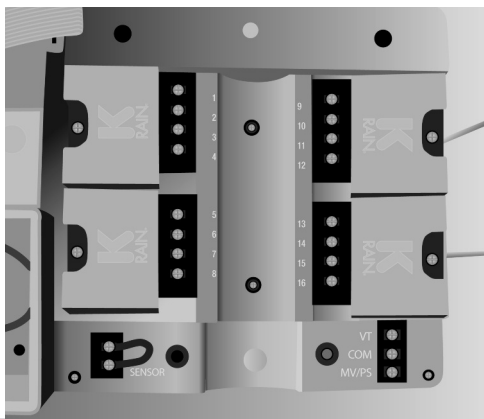

Fig. 1
1. Verbinden Sie das Flachkabel des Moduls mit dem Anschluss im Gehäuse (Fig. 1), indem Sie den Flachkabelstecker in die dafür vorgesehene Buchse drücken. Dabei sollte der Anschlussblock zur Anschlussleiste in der Mitte des Gehäuses zeigen.